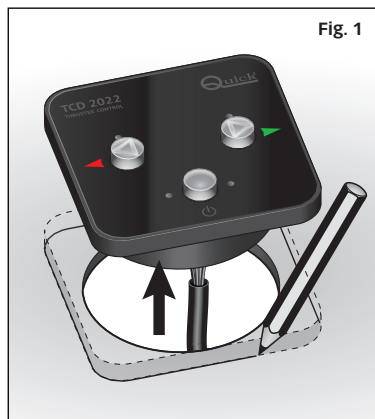

Fig. 1
- Pour éviter de positionner la commande inclinée, il est recommandé de l'insérer dans l'orifice sans retirer le papier de protection du joint. Une fois que l'alignement correct avec le tableau de bord a été vérifié; (Fig. 1) tracer le périmètre de la commande avec un crayon ; sortir la commande.